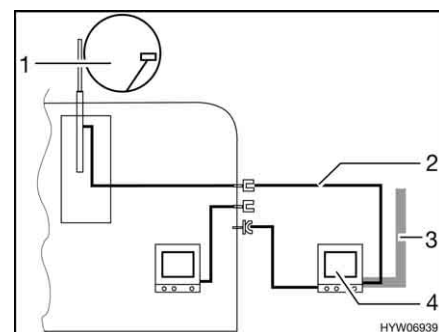

Bild 192 TV im Vorzelt
- TV im Vorzelt (Bild 192,4): Anschluss an Dachantenne (Bild 192,1) mit Verbindungskabel (Bild 192,2)
- TV im Vorzelt (Bild 192,4): Anschluss an externe Antenne (Bild 192,3)